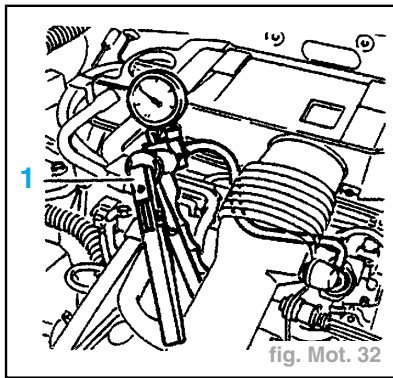

fig. Mot. 32
- Faire chuter la pression dans le circuit de carburant, en appliquant une dépression sur le régulateur de pression avec la pompe à vide (1) (fig. Mot. 32).